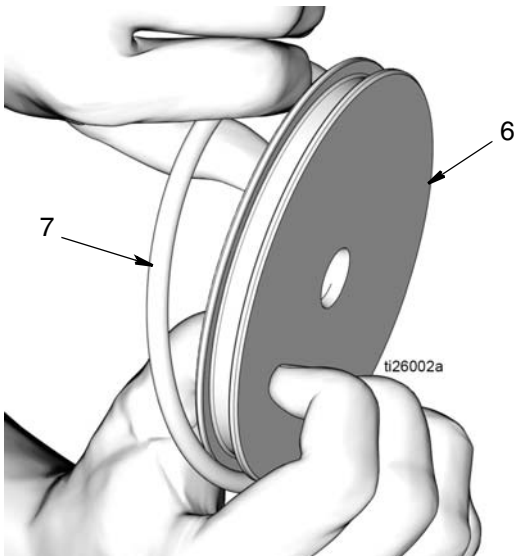

图 21
- d. 从活塞杆 (6) 拆下 O 形圈 (7) (图 21)。